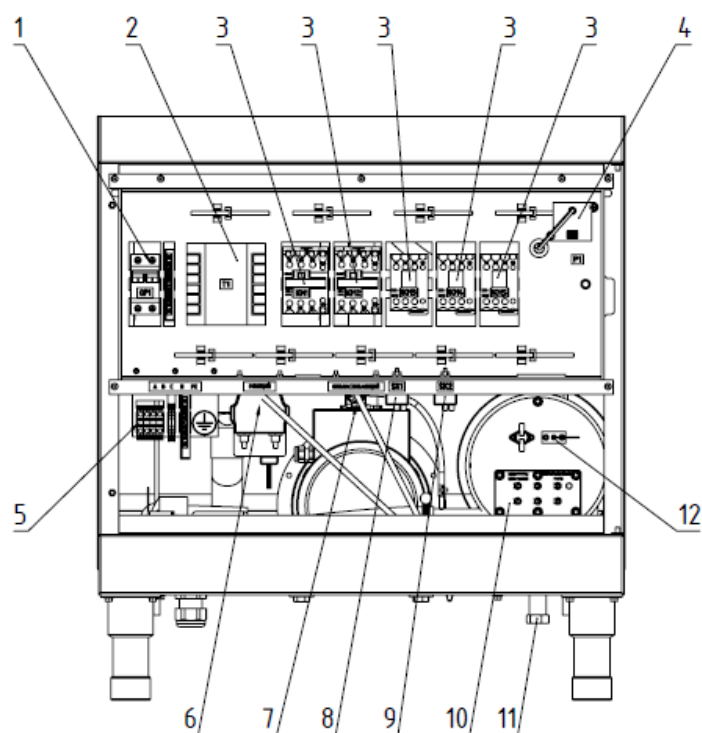

Рисунок 3 – Монтажный щит и другие элементы машины.
- щит монтажный (рис. 3);
- дозатор моющего средства (рис. 3, поз. 6);
- дозатор ополаскивающего средства (рис. 3, поз. 7);
При наполнении ванны водой до «нижнего» уровня контроллер выдает сигнал на включение ТЭНов бойлера. Вода в бойлере нагревается до температуры (плюс) 85°C (по умолчанию). Контроль температуры воды в бойлере осуществляется датчиком температуры (термопарой) бойлера (рис. 3, поз. 12).
ВНИМАНИЕ!!! Если машина не эксплуатируется долгое время или планируется ее хранение в холодном помещении, слейте воду из бойлера, открутив заглушку (Рис. 3, поз. 11).